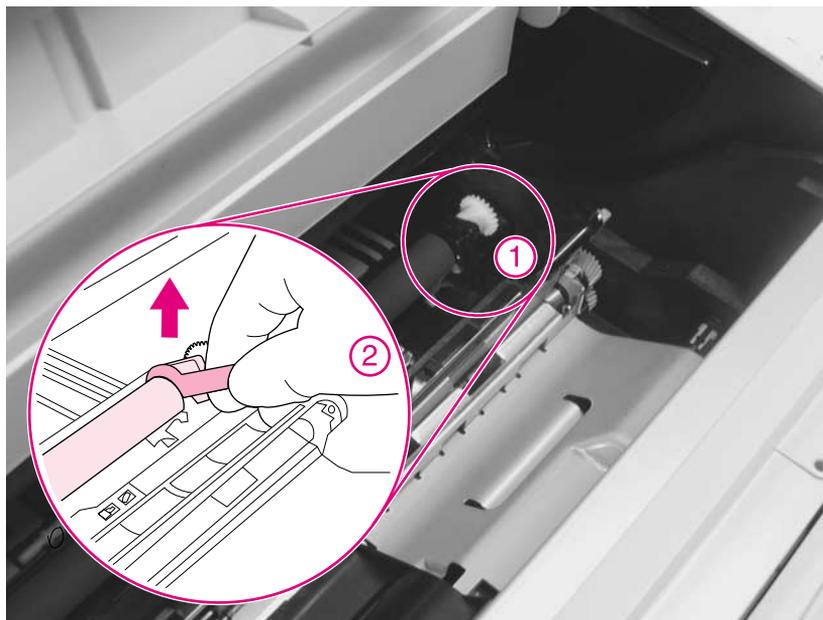

Figure 3 Dégagement du rouleau de transfert (côté droit)
- 3 Le rouleau de transfert est maintenu à droite par une attache mobile (figure 3, détail 1). Utilisez l'outil de retrait du rouleau de transfert pour attraper l'axe métallique à gauche de cette attache (détail 2), puis soulevez le rouleau de transfert afin de le dégager de l'attache.